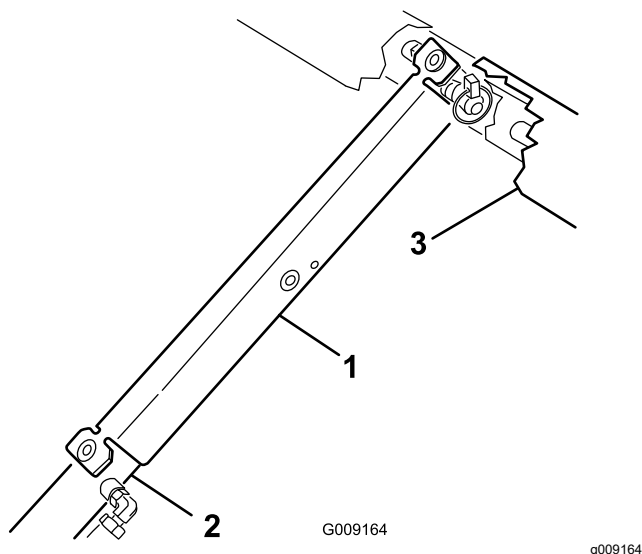

Figure 22
3. Poussez la béquille de sécurité du plateau sur la tige du vérin et appuyez bien les pattes d'extrémité contre l'extrémité du corps du vérin et l'extrémité de la tige du vérin (Figure 22).